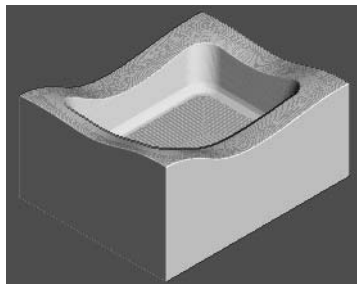

图 3-36 仿真加工结果 3
2) 在“仿真”工具栏的“当前刀具路径”下拉列表中选择要模拟的刀具路径 finish1，然后单击“执行”按钮，系统开始自动仿真加工，仿真加工结果如图 3-36 所示。